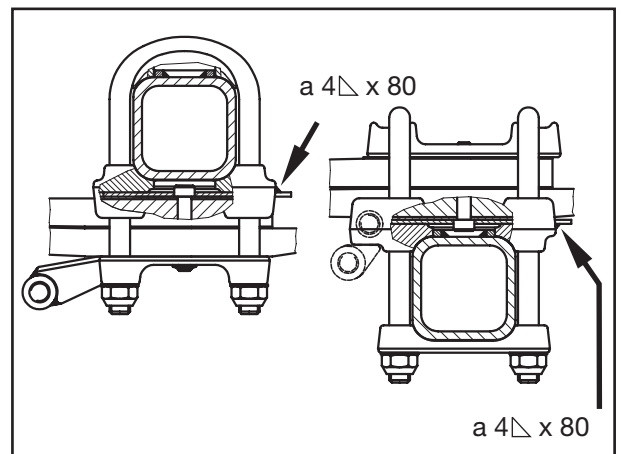

Fig. 4
- [3] Bei Einspurplatten Schweißnaht (Fig. 4/Pfeile) abschleifen und Achse ausrichten.
- [3] If tracking plates are fitted, grind off weld seam (Fig. 4/arrows) and align axle.
- [3] Si des plaques de triangulation ont été soudées, meuler le point de soudure (fig. 4/flèches) et aligner l'essieu.
[5] Einspurplatten (falls vorhanden) wieder an den Achslappen anschweißen (Fig. 4/Pfeile).
- [5] Re-weld tracking plates (if fitted) to the spring pads (Fig. 4/arrows).
- [5] S'il y a des plaques de triangulation, les souder aux patins de fixation (fig. 4/flèches).